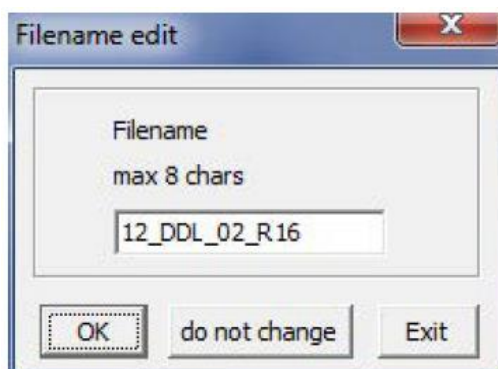

Рисунок 13
2.12 Согласитесь с именем файла, нажав на «OK» (рисунок 13).